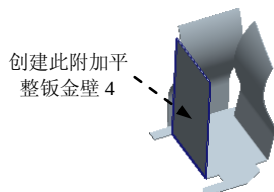
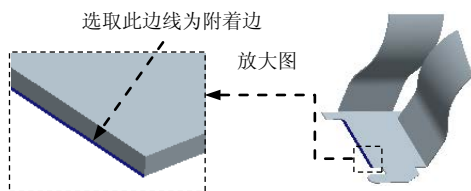
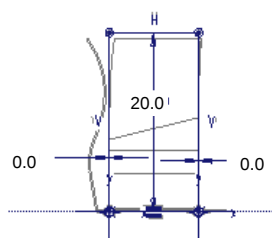

图 11.6.25 创建附加平整钣金壁 4
图 11.6.26 定义附着边
图 11.6.27 修改草图尺寸
Step10. 创建图 11.6.25 所示的附加平整钣金壁 4。选择下拉菜单 **插入(I) → 钣金件壁(W) → 平整(L)...** 命令，选取图 11.6.26 所示的模型边线为附着边。平整壁的形状类型为 **矩形**，在操控板的 图标后面的下拉列表框中输入数值 85.0；单击 按钮；单击 **止裂槽** 按钮，在系统弹出的选项卡 **类型** 下拉列表中选择 **扯裂** 选项；在 **形状** 选项卡内单击 **草绘...** 按钮进入草绘环境，修改草图内的尺寸值如图 11.6.27 所示；确认 按钮被激活，在其后的文本框中输入折弯半径 0.1；折弯半径所在侧为 (内侧)。